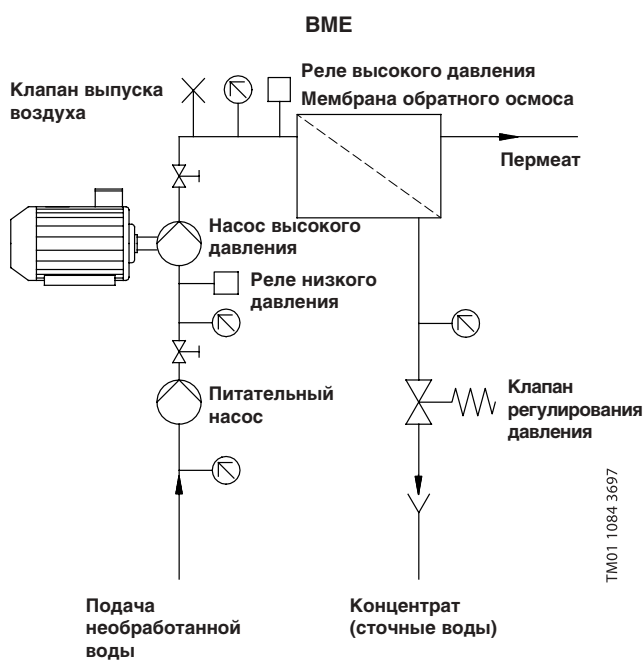

Рис. 10
6. Трубную магистраль в соответствии со схемами на рис. 10 и 11.
3. Продолжить процедуру заливки до тех пор, пока через клапан выпуска воздуха не начнёт поступать вода, см. рис. 10 и 11.